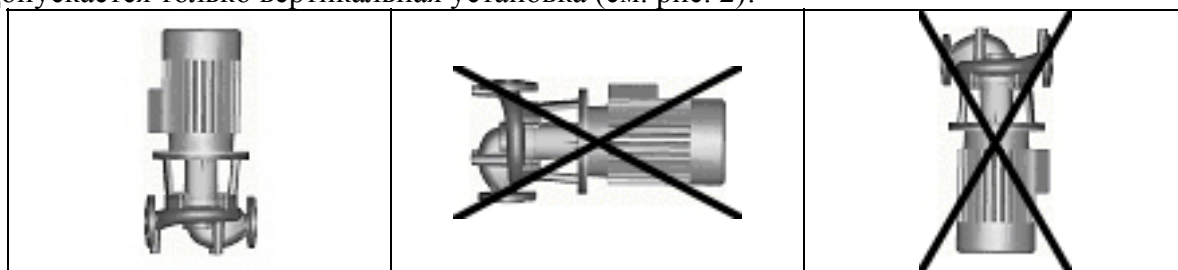

Рис. 2
- Допускается только вертикальная установка (см. рис. 2)!